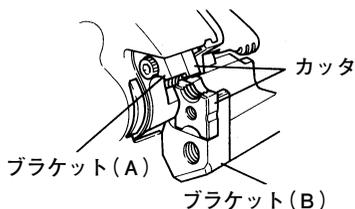

図 9
(1) スイッチ引金を軽く引いて、ブラケット(A)を動かし、図9に示すようにカッタが開いた状態で停止させます。